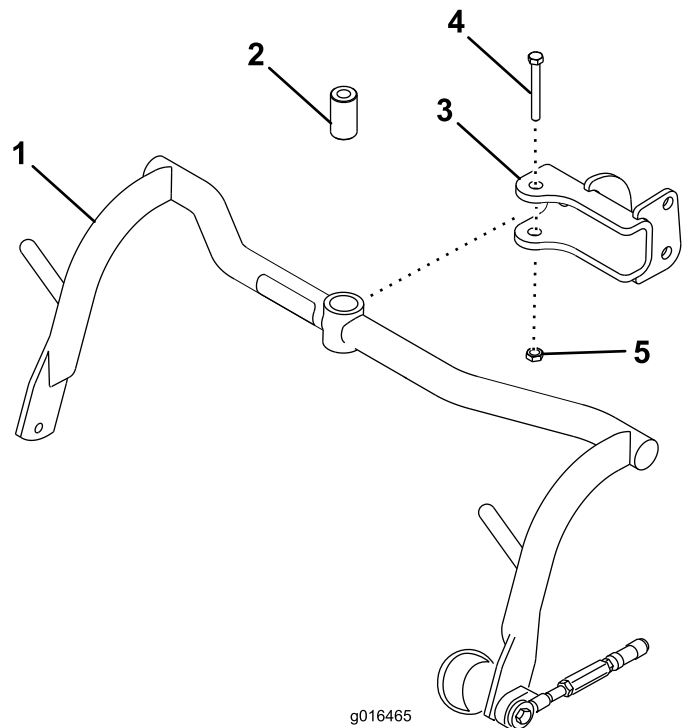

Figura 8
1. Montate un gruppo telaio portante su ciascun perno con testa con un distanziale, un bullone ($\frac{1}{2}$ " x $3\frac{1}{4}$ ") e un dado di bloccaggio ($\frac{1}{2}$ "); fate riferimento a Figura 8. Serrate a una coppia di 91 - 113 N·m.